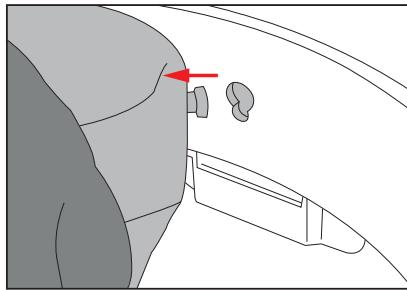

**Figura 5.1**
- Para remover la bandeja de inserción, flexione los manillares hacia adentro, presione el borde interno de la bandeja hacia abajo con los pulgares y levántela. **Ver Figura 5.1.**